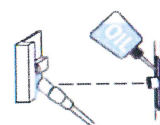

Fig. 4
Beslagsdelarna måste inoljas en gång per år. Använd vaselin samt annat passande fett på kontaktytorna (se fig. 4,5,6). Glidytan på låskolvarna (D) måste inoljas med en syrafri olja.